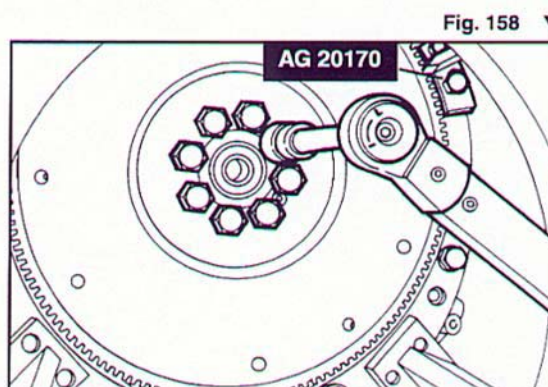

Fig. 158 ▼
- inserire il volano motore prestando attenzione al grano di centraggio, fissare sulla flangia attacco cambio l'attrezzo fermavolano AG 20170, applicare alle viti il sigillante Loctite 242 E, quindi accostare le viti di fissaggio del volano e chiuderle alla coppia di serraggio di 10 kgm (Fig. 158);
- insert the engine flywheel, taking care with the centring pin, fasten the flywheel stop tool AG 20170 to the gearbox mounting flange, apply some Loctite 242 E sealant to the screws, put the screws into the flywheel and lock to a torque of 10 kgm (Fig. 158);